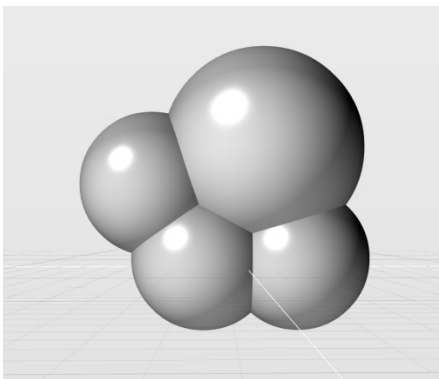

图 4-151 打开练习文件
1) 打开素材文件夹“练习（4.4.8_3）”中的 Evolve 文件，该文件中包含 4 个独立球体，如图 4-151 所示。